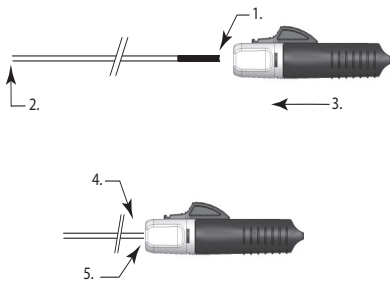
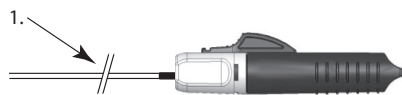

Figure 3
Figure 4
- Maintenir l'extrémité proximale du dispositif d'insertion d'implant au niveau de l'extrémité distale de l'indicateur de charge. Faire avancer le système de détachement instantané (I.D.) sur l'extrémité proximale du dispositif d'insertion d'implant jusqu'à ce que l'indicateur de charge pénètre complètement dans l'entonnoir et que le dispositif d'insertion soit fermement calé dans l'actionneur (consulter la Figure 3).
Remarque : Si la bande de l'indicateur est toujours visible comme dans la Figure 4 ci-dessous, le système de détachement instantané (I.D.) doit être davantage avancé jusqu'à ce que le dispositif d'insertion d'implant soit totalement calé dans l'entonnoir comme sur la Figure 3 ci-dessus.